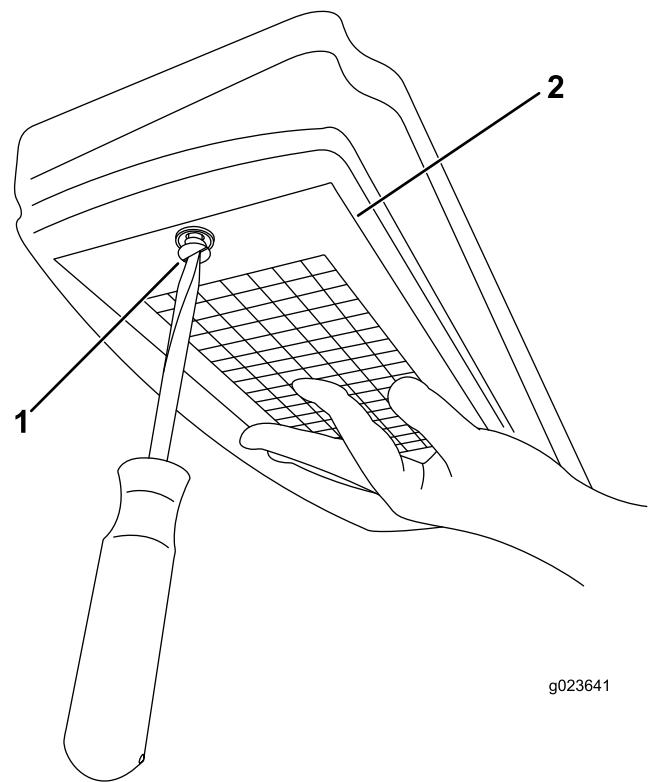

Рисунок 132
- Отверните винт и снимите крышку воздушного фильтра (Рисунок 132).